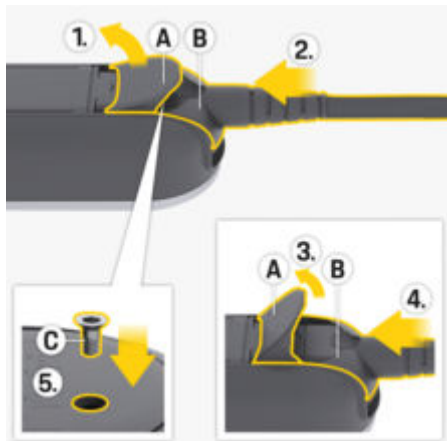

図. 196: 電源供給ケーブルとプラグの接続
1. カバー **A** (図. 196) を約 15 度を開きます (プラグ **B** (図. 196) がコントロールユニットに取り付けられるまで)。
2. 抵抗を感じる所までプラグ **B** (図. 196) をコントロールユニットに挿入します。
3. カバー **A** (図. 196) を完全に開きます。
4. プラグ **B** (図. 196) を完全に押し込みます。
5. カバー **A** (図. 196) を完全に閉じ、スクリュー **C** (図. 196) で固定します。